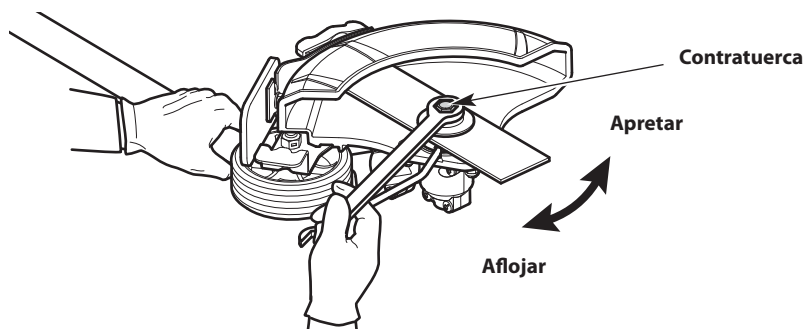

Fig. 18
3. Mientras sostiene la varilla de traba, afloje la contratuerca girándola **en el sentido de las agujas del reloj** con una llave de 13 mm (Fig. 18).
6. Mientras sostenga la varilla de traba, apriete la contratuerca girándola **en sentido contrario a las agujas del reloj** (Fig. 18). Cerciórese que la cuchilla de la bordeadora quede plana y centrada en relación con el eje de salida cuando apriete la contratuerca. Si tiene una llave dinamométrica, apriete la contratuerca a **325-335 pulg•lbs (37-38 N•m)**. Si tiene una llave dinamométrica, apriete la contratuerca con una llave de 13 mm, hasta que la contratuerca se presione contra el retén de la cuchilla y la cuchilla de la bordeadora esté ajustada. Asegúrese que la cuchilla de la bordeadora esté instalada correctamente, luego gire la tuerca 1/4 o 1/2 más.